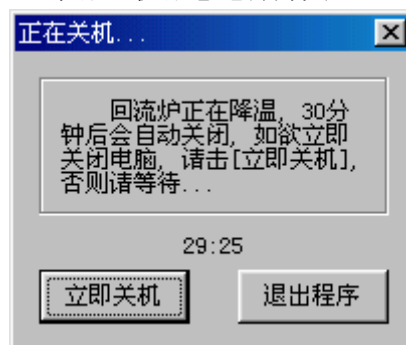

图 5-7
- 2、单击[否(N)], 仍退到主窗口; 单击[是(Y)]会退出控制系统, 屏幕出现[正在关机...] 倒计时对话框, 如图 5-7 所示。炉子加热系统关闭, 设备的链、网传输运动空转 30 分钟达到冷却后自动关闭。(在此期间如非特殊需要, 请不要立即关机、不要关闭倒计时对话框)。